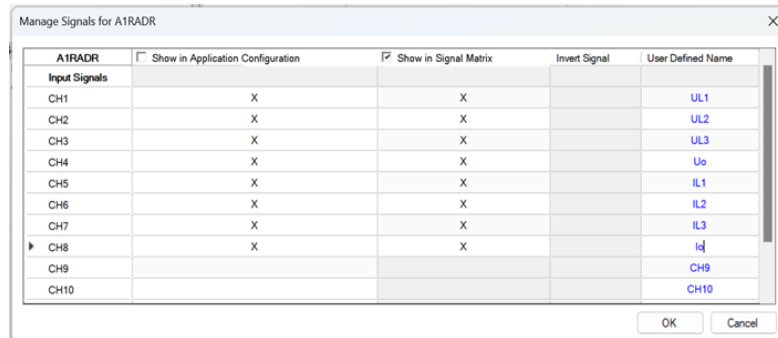

Imagen 304_Ventana de administrador de señales para A1RADR.
4.2.44 Observamos la siguiente ventana, donde de igual modo se seleccionarán sólo las que se están utilizando, empezando, dando doble clic en la columna de “Show in Signal Matrix”, recordando que las “x” significan que están seleccionadas. Observe la **Imagen 304**.